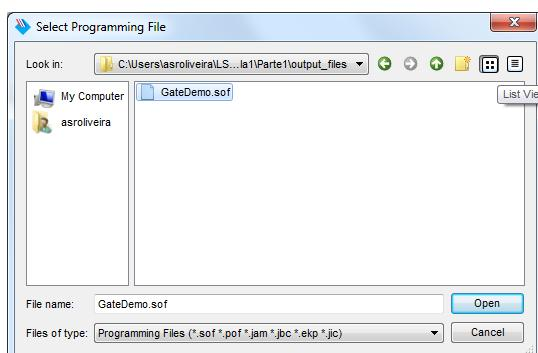

Figura 27 – Seleção do ficheiro de programação da FPGA (ficheiro “GateDemo.sof” no sub-diretório “output_files” do projeto).
19. Premindo o botão “Add File”, abra o ficheiro de programação da FPGA com a configuração relativa ao circuito construído. O ficheiro deverá possuir o nome “GateDemo.sof” e encontrar-se no sub-diretório “output_files” do projeto (Figura 27).